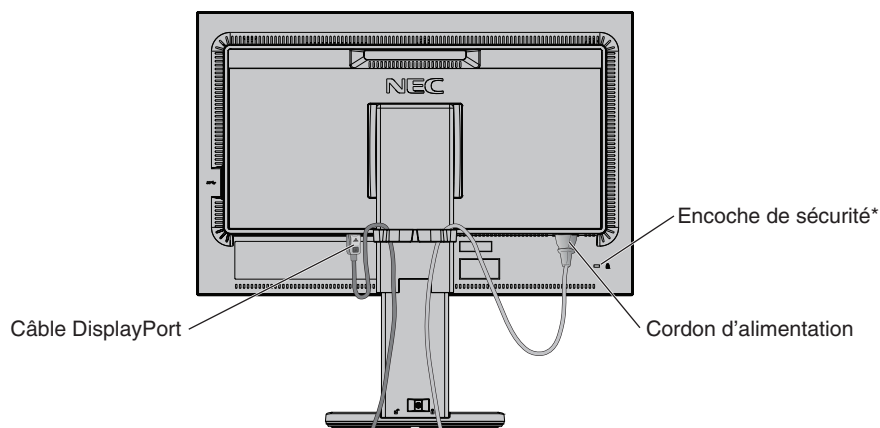
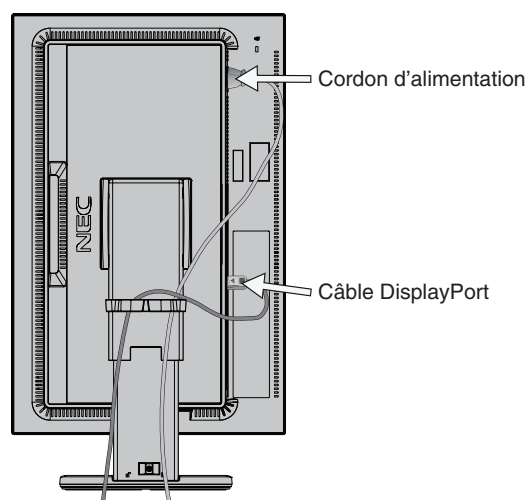

Figure C.2
Figure C.3
5. Passez les câbles dans le serre-câble en les répartissant uniformément et resserrez ce dernier (**Figure C.2** et **Figure C.3**).